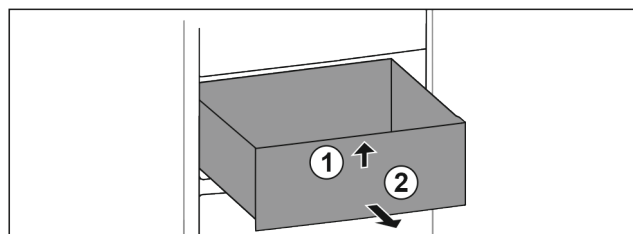

Fig. 23
- ▶ Nadzvedněte zásuvku vpředu. Fig. 23 (1)
- ▶ Vyjměte zásuvku dopředu. Fig. 23 (2)